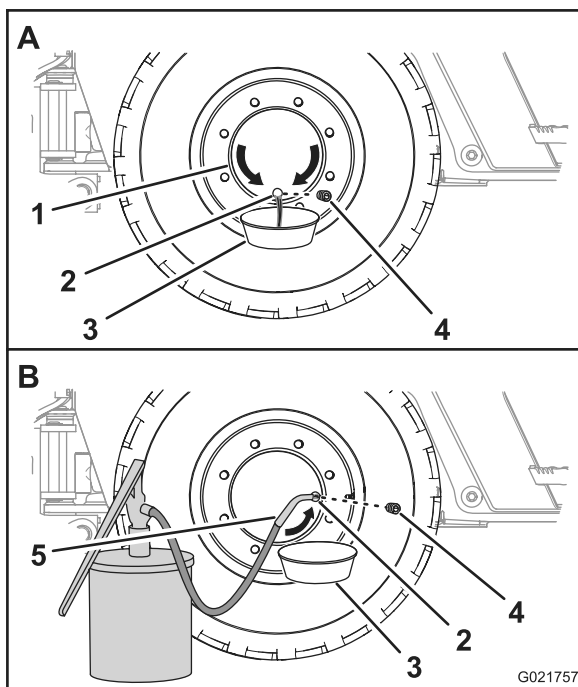

Figure 65
1. Avancez ou reculez la machine jusqu'à ce que le bouchon du moyeu d'huile soit à la position 6 heures (Figure 65).
2. Placez un bac de vidange sous l'orifice d'huile du moyeu de roue (Figure 65).
3. Enlevez le bouchon et vidangez l'huile du train planétaire (Figure 65).
5. Avancez ou reculez la machine jusqu'à ce que le bouchon du moyeu de roue soit à la position 3 heures ou 9 heures (Figure 65).